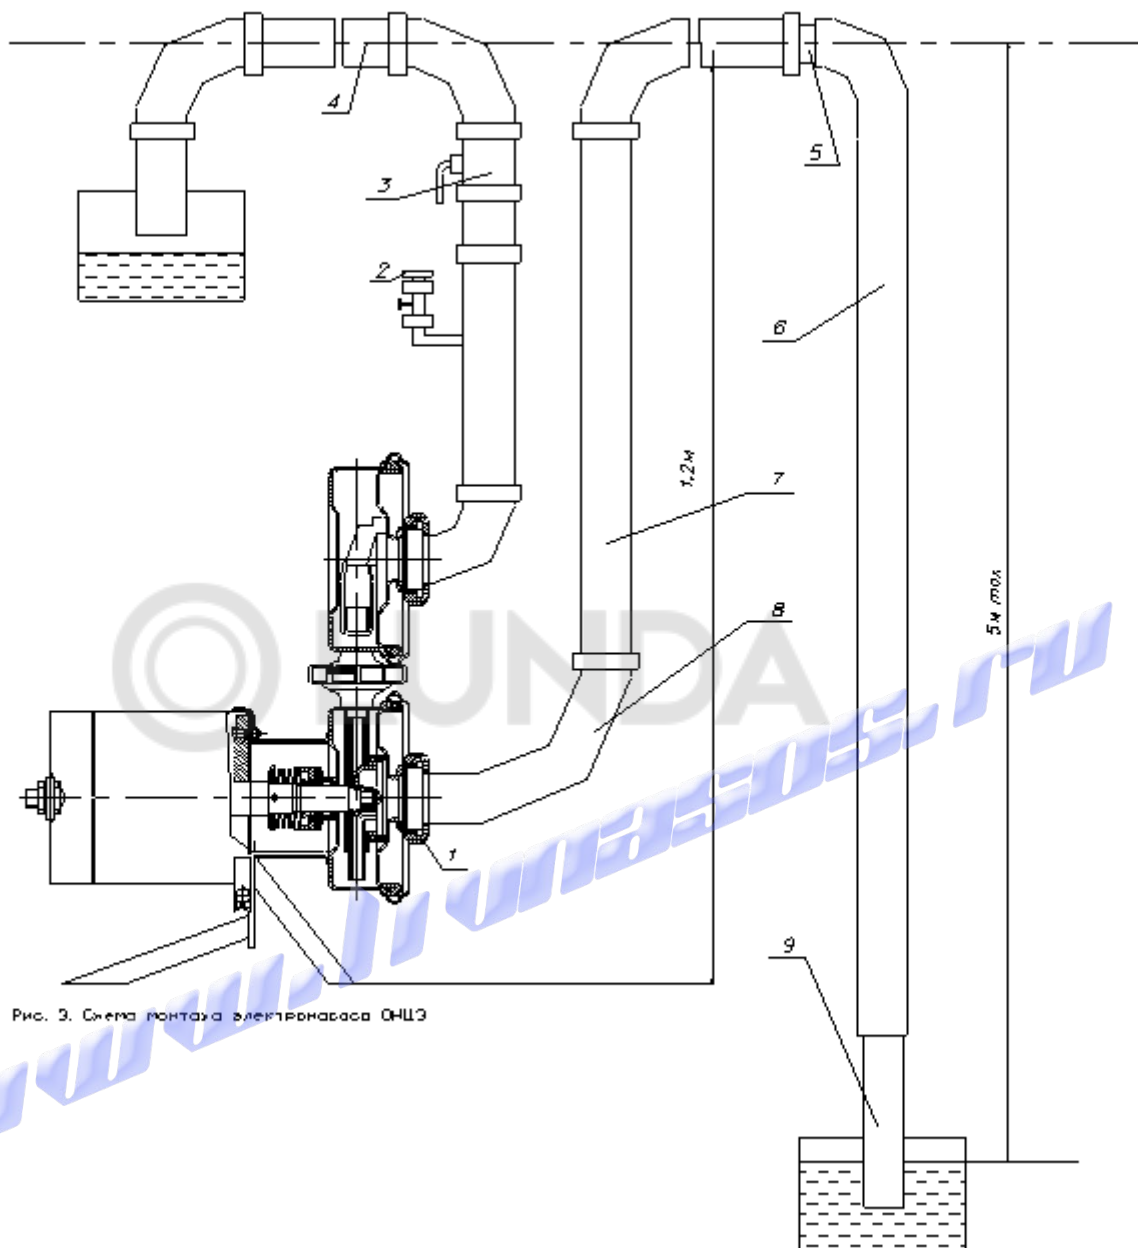

Рис. 3. Схема монтажа электронного насоса ЭНЦЗ
5.4 Насос присоединить к трубопроводам по схеме, приведенной на рис.3. Трубопроводы, в особенности всасывающий, должны быть герметичными. Всасывающий трубопровод желательно делать как можно короче: чем меньше его сопротивление, тем больше производительность насоса. В присоединенный к трубопроводам насос залить через воронку моющий раствор и произвести его безразборную мойку вначале моющим раствором, а затем горячей водой, при этом устранить все течи в трубопроводах, после чего насос готов к эксплуатации.
6.2 Произвести запуск насоса и, переноса всасывающее сопло 9 (рис.3) с одной емкости в другую, откачивать из них жидкость.
Насос медленно всасывает жидкость.	Напорный трубопровод имеет воздушные мешки. Не выдержана высота 1,2 м горизонтальных участков всасывающего и нагнетательного патрубков (см. рис. 3). Излишне длинный и большой диаметр всасывающего трубопровода.